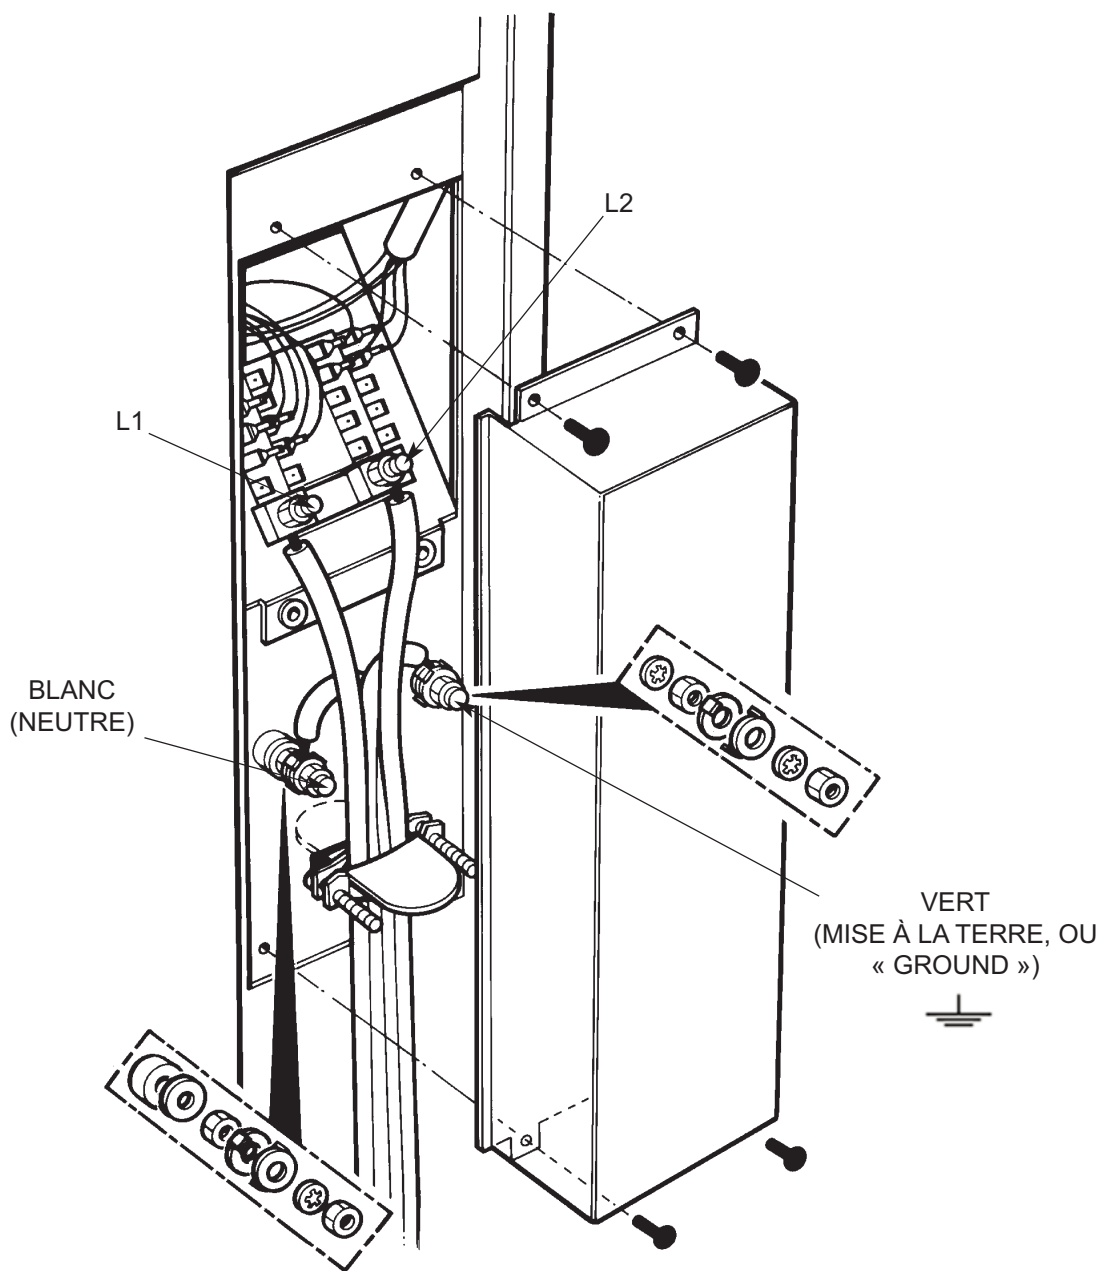

Fig. 9
Branchez le câble principal au bloc à bornes, à l'arrière de la cuisinière (Voir Fig. 9). Une longueur suffisante de câble devrait être disponible pour permettre à la cuisinière d'être débranchée.
- Les réglementations locales permettent l'utilisation de câble d'alimentation catégorisé U.L., 250 volts, 30 ampères (queue de cochon, ou « pigtail »). Ce câble comprend quatre fils de cuivre No. 10 et correspond à une prise de type 14-30R, tel qu'affiché en Fig. 9. Les connecteurs du côté de l'appareil doivent être fournis au moment où l'alimentation entre dans l'appareil.